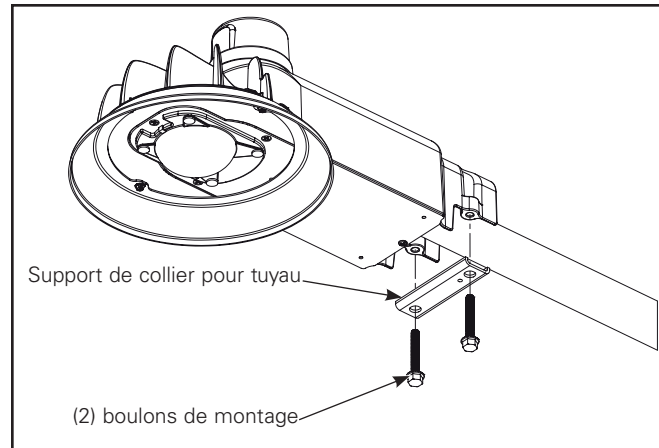

Figure 6.
3. Lorsque les fils d'alimentation sont acheminés dans un tuyau de montage de 152,4 à 203,2 mm (6 à 8 po), serrez les deux (2) boulons de montage du luminaire avec la douille de 12,7 mm (1/2 po). Serrez à un couple de 8 à 11 Nm (6 à 8 pi-lb). (Figure 6.)